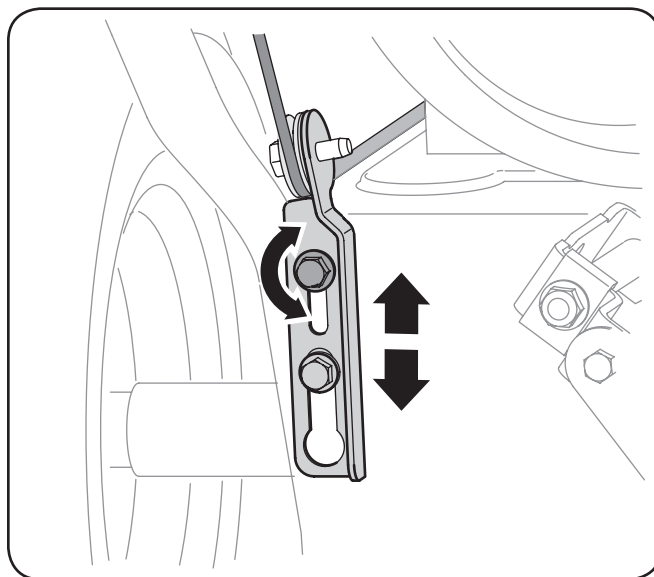

Figura 3-21
4. Deje la barrena engranada durante aproximadamente diez (10) segundos antes de soltar el control de la barrena. Repita esta operación varias veces.
7. Para volver a ajustar el cable de control, afloje la tuerca hexagonal superior en la ménsula del cable de la barrena. Vea la Figura 3-21.